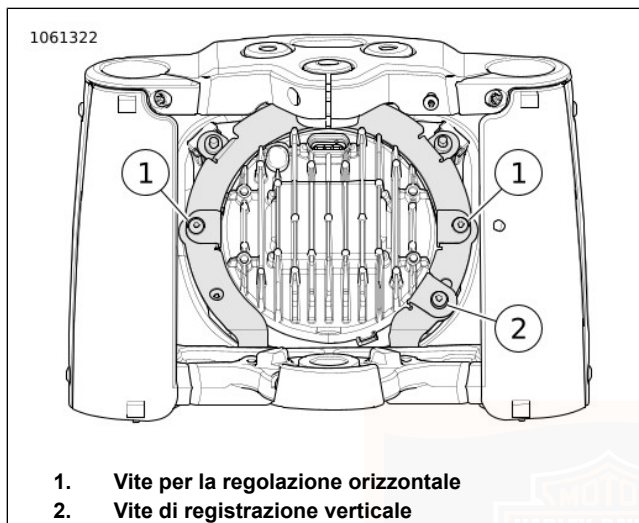

Figura 76. Regolazione del faro anteriore
1. Vedere Figura 76. Ruotare la vite per la regolazione orizzontale (1). Regolare il faro anteriore a destra o a sinistra in modo da dirigere il fascio di luce direttamente in avanti.
2. Ruotare la vite di regolazione verticale (2). Regolare il faro anteriore verticalmente fino a quando la luce si centra sulla linea orizzontale.